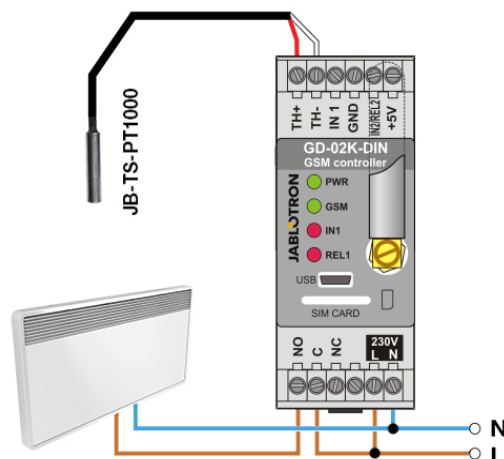

Figura 5: Monitoraggio della temperatura e comando della stufa.
- Il dispositivo controllato va connesso mediante i contatti dell'uscita potenza REL1 in questa modalità (vedi Figura 5).